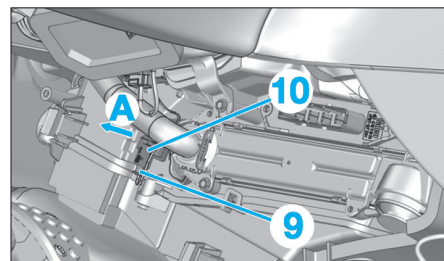

Fig. 36
- Débrancher le connecteur (9) (Fig.36).
- Déposer la sonde de température (10) suivant la flèche (A).